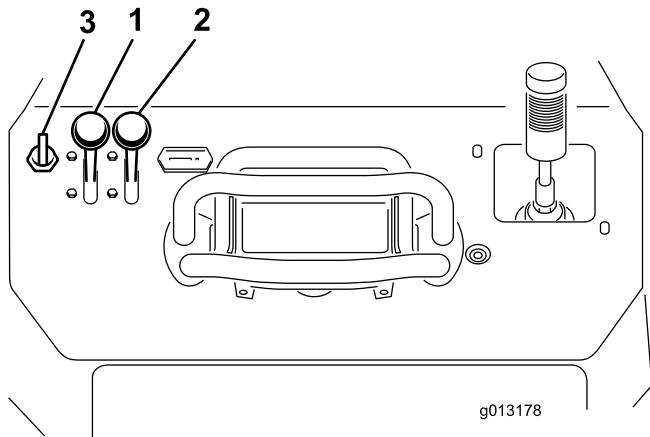

Figura 20
1. Mova a alavanca do regulador para o meio entre a posição SLOW e a posição FAST (Figura 20).
2. Desloque a alavanca do ar para a posição On (Figura 20).
4. Rode a chave para a posição On (Figura 20). Quando o motor arrancar solte a chave.
5. Gradualmente, desloque a alavanca do ar para a posição Off (Figura 20). Se o motor perder velocidade ou se engasgar, volte a engatar o ar até o motor aquecer.
6. Desloque a alavanca do acelerador para a posição pretendida (Figura 20).
2. Desloque a alavanca do acelerador para a posição Slow (Figura 20).
3. Desligue a chave (Figura 20).